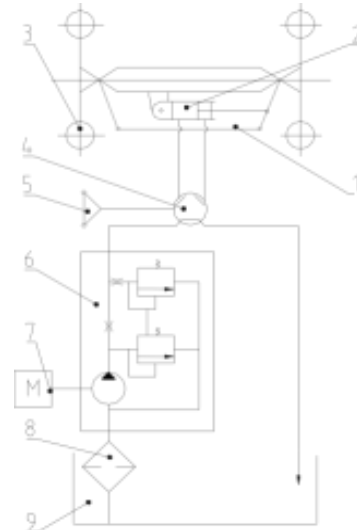

Рис. 10 Принцип работы гидравлического рулевого привода
5.4.1 Принцип работы гидравлического рулевого привода (См. рис. 10)